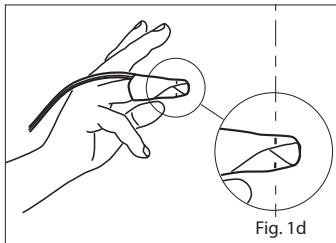

Fig. 1d
- Reportez-vous à la Fig. 1d. Lorsqu'ils sont correctement appliqués, l'émetteur et le détecteur doivent être alignés verticalement (les traits noirs doivent être alignés). Répositionnez, si nécessaire.